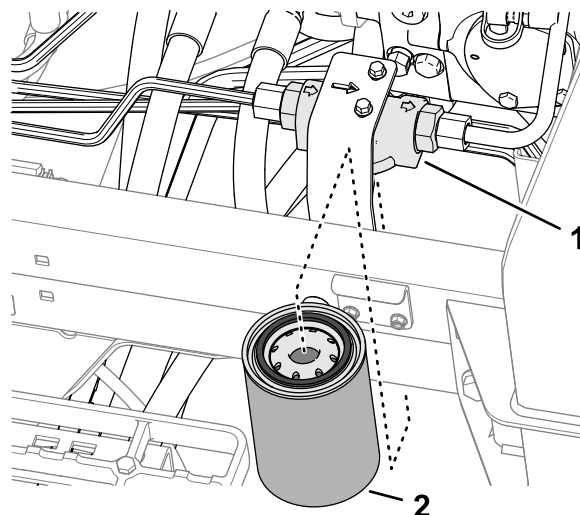

図 118
3. 機体左側で、チャージフィルタの下にオイル受けを置く **図 118**。